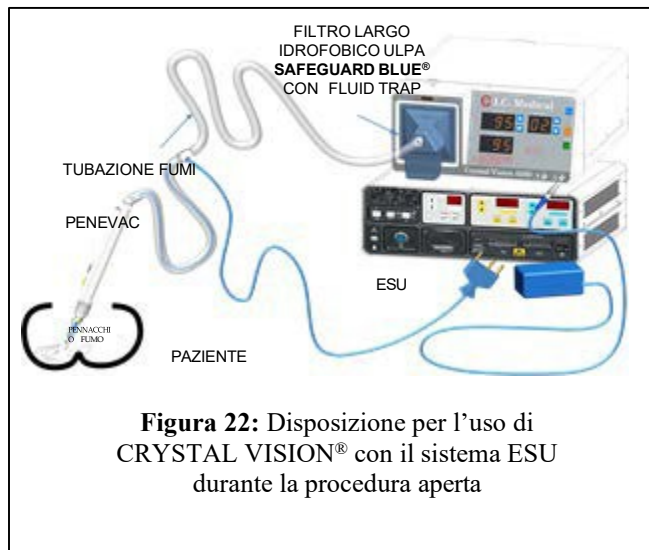

Figura 22: Disposizione per l'uso di CRYSTAL VISION® con il sistema ESU durante la procedura aperta
3. Riferirsi alla Figura 22 o 23 per conoscere la relativa disposizione.